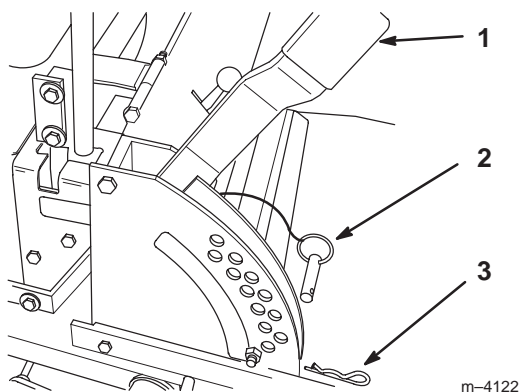

Figure 18
1. Relevez le levier de sélection de hauteur de coupe en position de transport (qui correspond aussi à la hauteur de coupe de 114 mm (4-1/2")) (Fig. 18).
2. Pour changer de hauteur de coupe, retirez la goupille fendue et l'axe de chape du support de hauteur de coupe (Fig. 18).
3. Placez l'axe de chape dans le trou du support correspondant à la hauteur de coupe voulue (Fig. 18).
4. Fixez l'axe de chape avec la goupille fendue (Fig. 18).